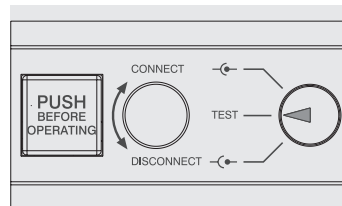

Figura 53
- interruptor en posición de prueba (véase Figura 53)